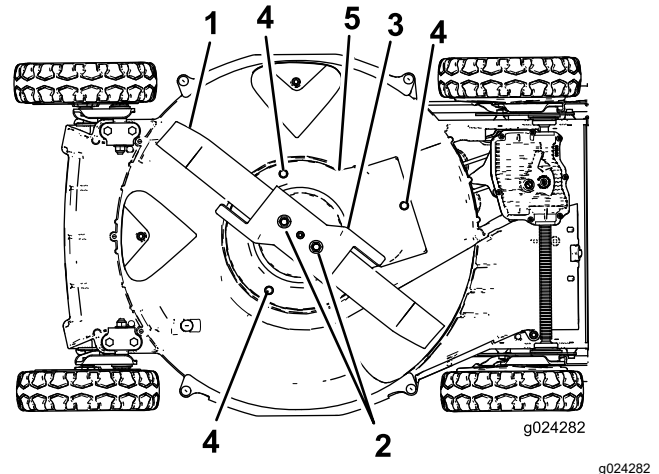

Figure 36
6. Enlevez les 2 écrous de lame, l'accélérateur et la lame (Figure 36).
7. Retirez les vis qui fixent la protection du débrayage du frein de lame au carter du tablier de coupe (Figure 36).